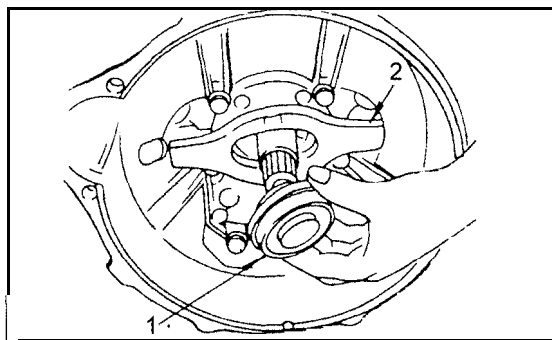

Bild 251
- Ausrücklager vom vorderen Getriebedeckel abziehen (Bild 251).